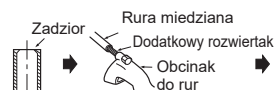

Fig. 3
- Łącząc wąż spustowy z rurą z twardego PCV, należy go starannie wsunąć do rury. (Fig. 3)
- 2) Całkowicie usunąć wszelkie zadziory z końców rury. (Fig. 3)